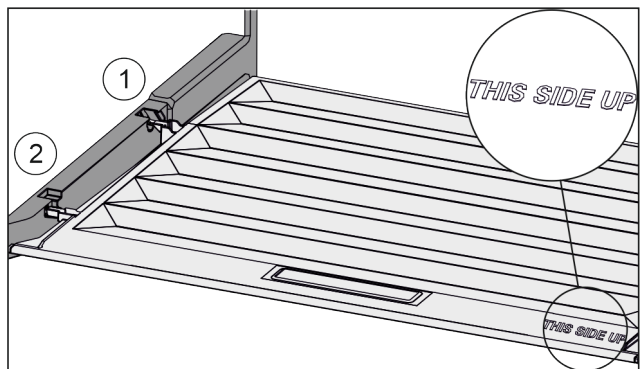

Fig. 32
- ▶ Dekselranden via de opening van de achterste houder Fig. 32 (1) aanbrengen en van voren in de houder Fig. 32 (2) klikken.